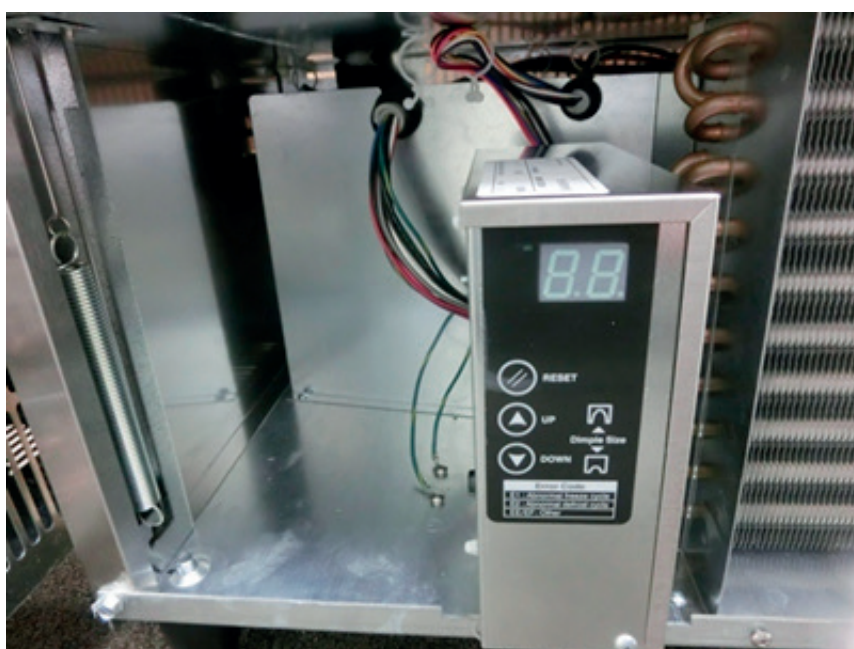

Fig. 36
11) Fixer le boîtier de commande et le passe-fil comme illustré à la Fig. 36.